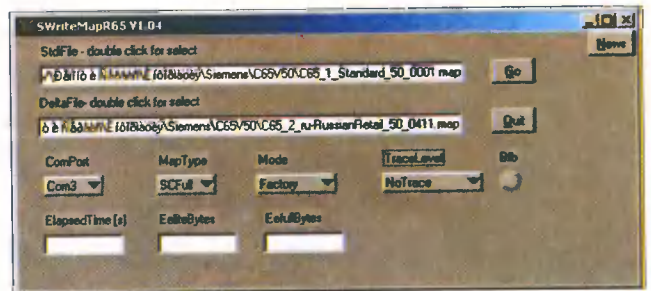

Рис. 17. Использование SWriteMAP
1. В основном диалоговом окне программы (рис. 17) указывают пути к MAP-файлам (вызов диалогов открытия файла осуществляется двойным щелчком мыши по соответствующему полю ввода) и выбирают COM-порт ПК, к которому подключен телефон. Следует учесть, что в SWriteMap некорректно отображает русскоязычные имена файлов и папок.